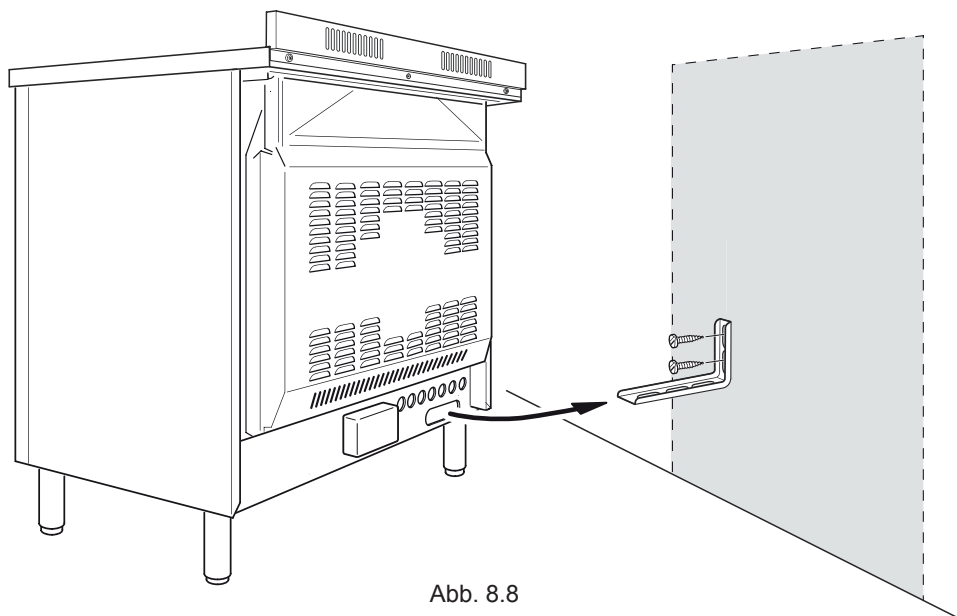

Abb. 8.8
1. Nachdem Sie sichergestellt haben, wo der Herd positioniert wird, markieren Sie an der Wand die Stellen, an denen die 2 Schrauben der Anti-Kipp-Halterung angebracht werden müssen. Bitte folgen Sie den Anweisungen der Abbildung 8.8.
4. Stellen Sie den Herd an die Wand und passen Sie die Höhe der Anti-Kipp-Halterung so an, dass sie an der Rückseite des Herds einrasten kann, siehe Abbildung 8.8.